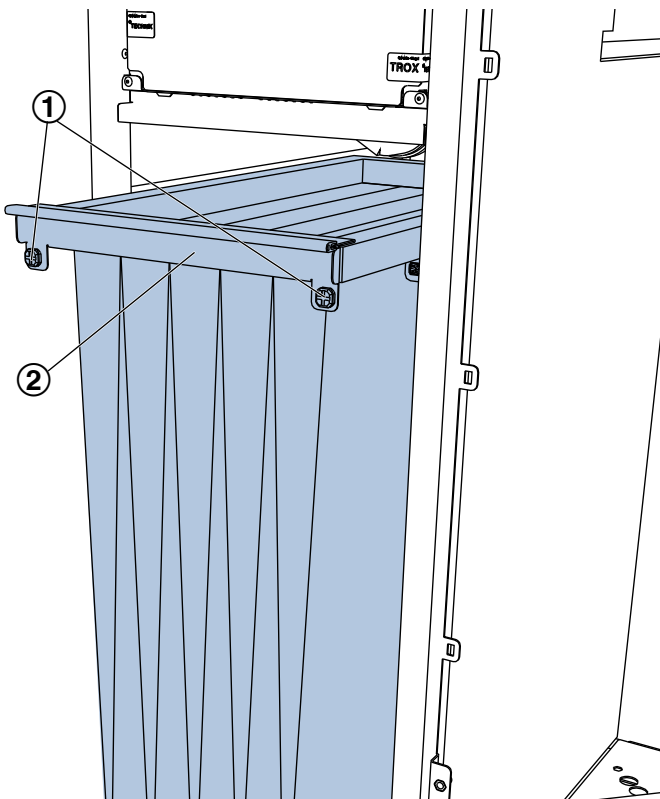

Abb. 15: Außenluftfilter
9. ▶ Schnellverschlüsse (Abb. 15 /1) öffnen und den Filter (Abb. 15 /2) am Rahmen aus dem Gerät herausziehen.